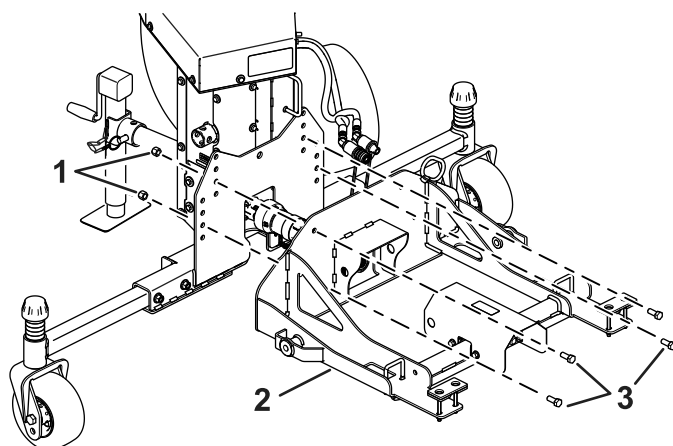

Figura 11
2. Instale el conjunto de placa de soporte en el bastidor del soplador de residuos con 4 pernos ( $\frac{1}{2}$ " x  $1\frac{1}{4}$ " ) y 4 contratuercas ( $\frac{1}{2}$ " ) y conecte el árbol de transmisión del soplador en el eje acanalado del conjunto de placa de soporte deslizando el conector rápido sobre el eje (Figura 11).